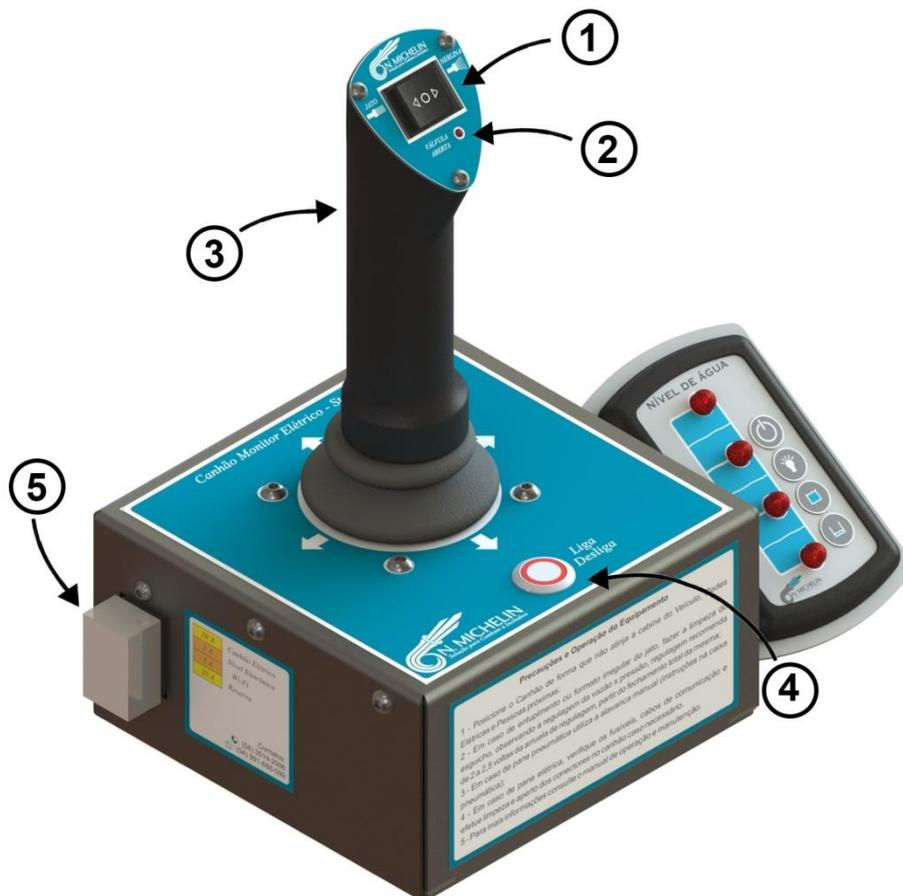

Figura 2 – Joystick principal.
O joystick principal é fabricado em formato ergonômico, possui um botão denominado JATO/NEBLINA, representado na Figura 2 por (1), quando pressionado na posição JATO move o esguicho para frente; e quando pressionado na posição NEBLINA move o esguicho para trás. Também contém um botão ABRE/FECHA, representado na Figura 2 por (3), na parte frontal (com retenção), que quando está pressionado libera o fluxo de água e se pressionando novamente, interrompe o fluxo. Também na parte superior do Joystick, tem um led de indicação (2), que sinaliza se a válvula está aberta (led ligado) ou fechada (led desligado). Na parte frontal da caixa, existe um botão ON/OFF (4), que é responsável por ligar e desligar o canhão. Na lateral da caixa estão localizados os fusíveis de proteção do canhão (5). O primeiro fusível é responsável pela proteção do canhão elétrico, sendo este de 20A. O segundo Fusível é responsável pelo Nível de água, sendo este de 5A. O terceiro fusível é responsável pelas câmeras, sendo este de 5A e o último fusível é um fusível reserva para o canhão.